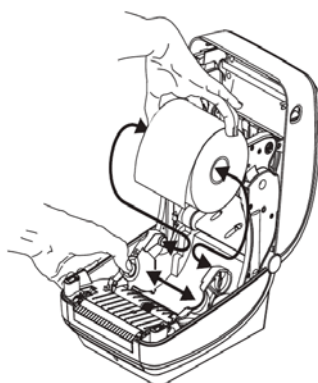

Figure 21
- Ouvrir l'imprimante en tirant les deux boutons verts (situés sur le côté de l'imprimante) vers l'avant de l'imprimante (voir Figure 21)